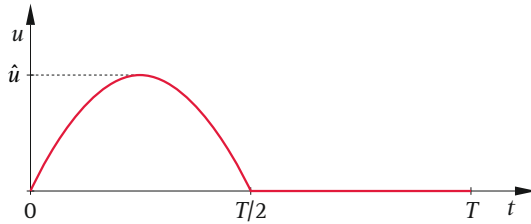

Bild L5.3 Einweggleichrichtung
1. Die Kurve der Einweggleichrichtung zeigt **Bild L5.3**. Der arithmetische Mittelwert ist über die gesamte Periodendauer T zu berechnen, während die Sinuskurve nur über $T/2$ geht.